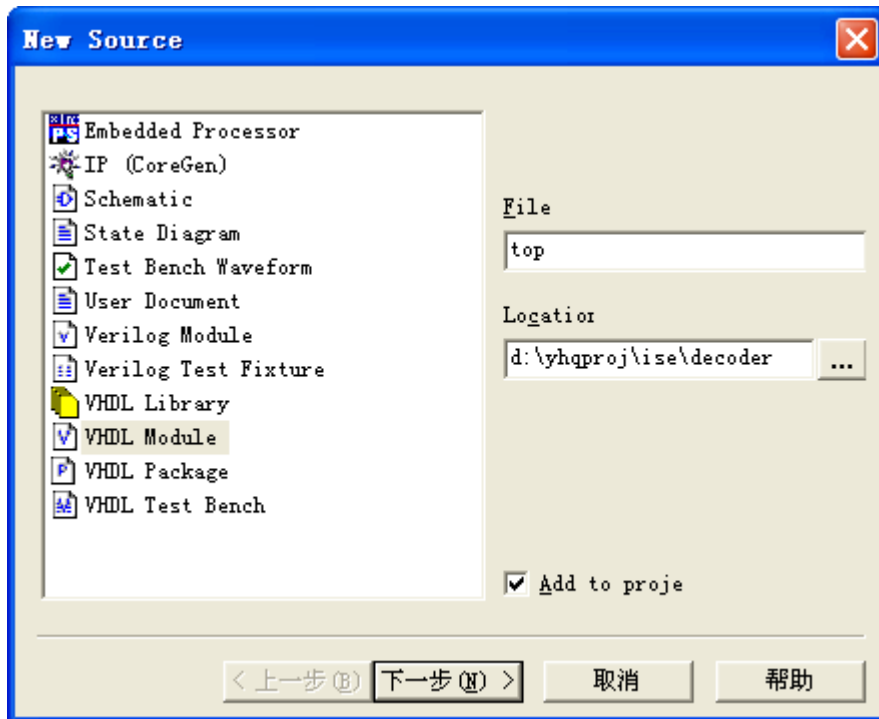

图 10-1-3 为工程添加源文件
- 2、添加源文件，点击 Project->New Source...，在出现的窗口中选择新文件类型为 VHDL Module，输入文件名为 top，如图 10-1-3 所示，点击下一步，再点击下一步，点击完成；